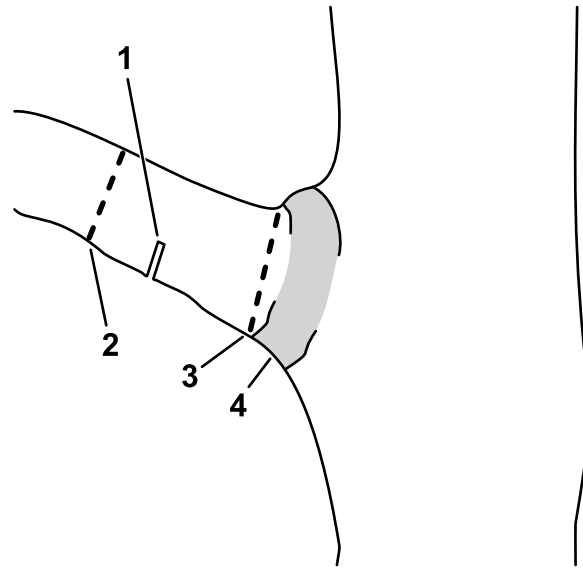

Figura 12
- C. Corte el muñón de la rama en el cuello de la rama (Figura 12).